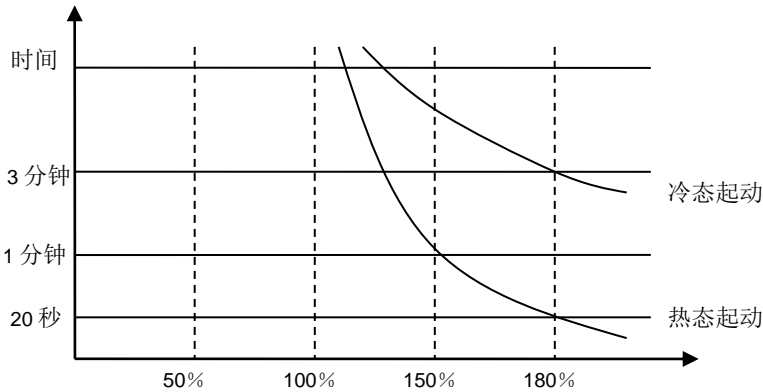

图 6-31 电子热保护
- 为了对不同的电机进行过热保护, 可通过 F9-01 的值来设定电机过载时的电流曲线。如图 6-31 所示。